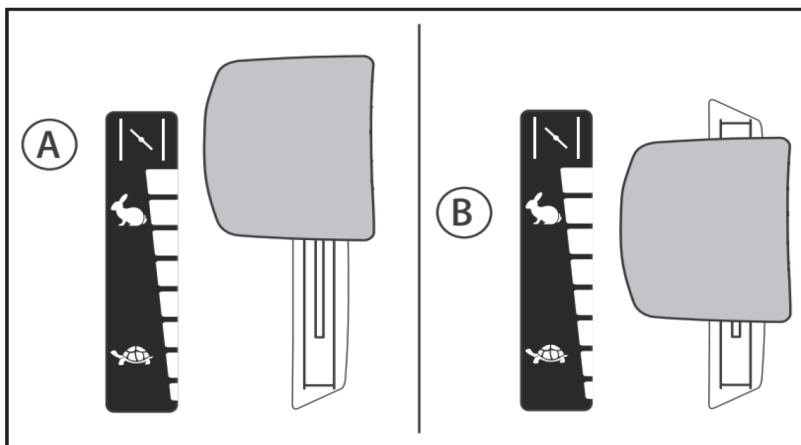

Рис.29
2. Переведите рычаг (Рис. 29) управления дроссельной заслонкой в самое верхнее положение (А), что соответствует закрытой дроссельной заслонке.
5. После того, как двигатель прогреется, переведите рычаг управления дроссельной заслонкой вверх, в положение «Заяц» (Положение В, Рис. 29) и эксплуатируйте машину (передвижение, кошение) только на высоких оборотах двигателя.